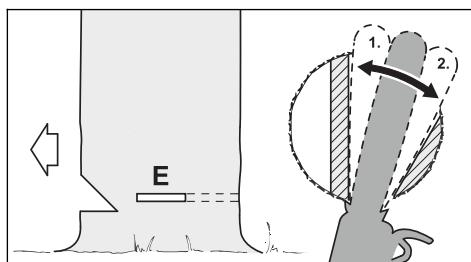

Рис. 22
- Выполнить основной пропил (рис. 22, поз. Е) – при этом полностью врезать направляющую шину
- Сформировать основной пропил до недопила (рис. 22, поз. 1)
- Сформировать основной пропил до зачинного ремня (рис. 22, поз. 2)